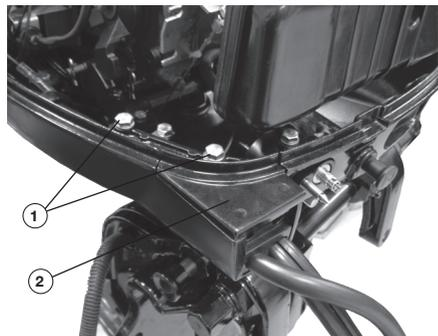

Рис. 10 Крышка узла крепления оболочек тросов управления
- Открутите два болта 1 и снимите крышку 2 узла крепления оболочек тросов управления (Рис. 10).